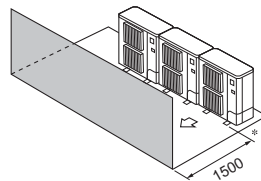

Fig. 3-13
- ③ Hindernisse nur auf der Vorderseite (Fig. 3-13)